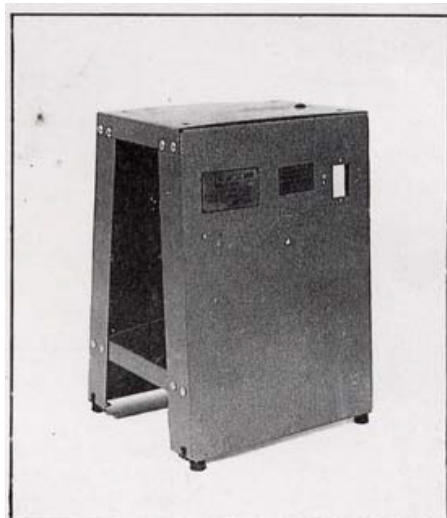

Fig.4
2. När du avslutat med fig.3 fortsätt till fig.4 och lägg locket (F) på stativet och dra åt alla skruvar.